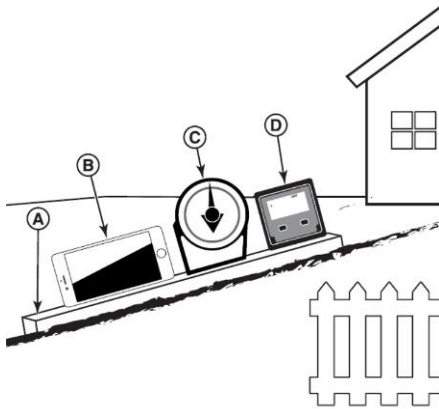

Fig.2
1. Använd en rak kant som är minst 0,6 meter lång (A, Fig. 2). En 2x4 eller en rak metallbit fungerar också bra.
- a. **Använd din smarttelefon:** Många smarttelefoner (B, fig. 2) har en inbyggd lutningsmätare (vinkelmätare) som finns under kompassapplikationen (app). Alternativt kan du söka efter en app för lutningsmätare på din telefon.
- b. **Använd vinkelmätare:** Vinkelmätare (C och D, fig. 2) finns att köpa i lokala byggvaruhus eller på nätet (kallas även lutningsmätare, gradskiva, vinkelmätare eller vinkelmall). Dial typ (C) eller digital typ (D) fungerar, andra kanske inte. Läs och följ de bruksanvisningar som medföljer vinkelmätaren.